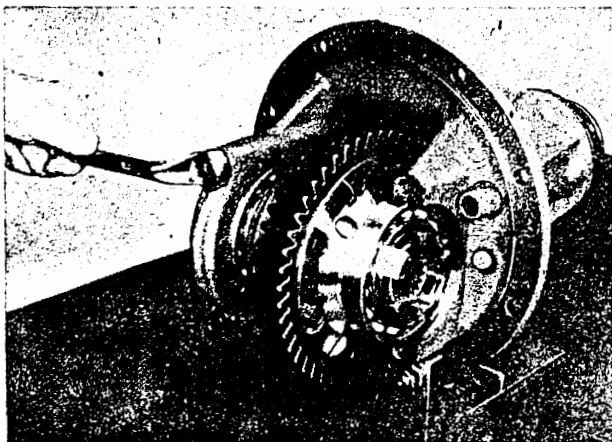

Bild H 13. Lösen der Lagerbügel
3. Mit einem Ringschlüssel SW 19 die vier Befestigungsschrauben der Lagerbügel herausdrehen (Bild H 13).